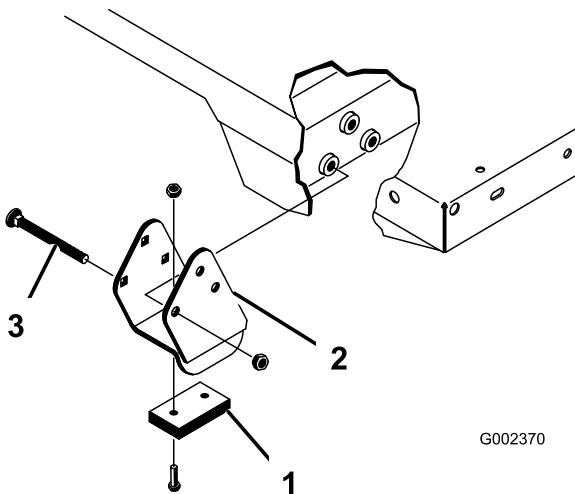

Figura 34
Nota: Certifique-se de que os suportes dos espaçadores e os bloqueios contra desgaste (Figura 34) foram instaladas na cabeça das porcas no interior da máquina.
2. Coloque a plataforma com cuidado no chassis, alinhando os orifícios posteriores da placa articulada da plataforma com os orifícios do canal traseiro e coloque 2 passadores de forquilha e pinos de sujeição (Figura 34).
4. Introduza o passador de forquilha na parte exterior da plataforma com o pino de sujeição virado para fora (Figura 34).